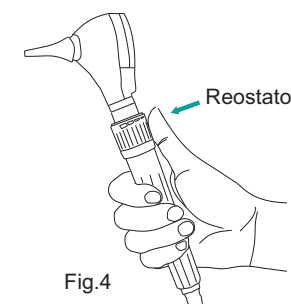

Fig. 4
- Quando suspenso do suporte, gire o reostato para selecionar a luminosidade desejada, conforme Fig. 4. Ao girar no sentido horário a intensidade da luz aumenta enquanto que no sentido anti-horário a intensidade diminui, conforme indicado.